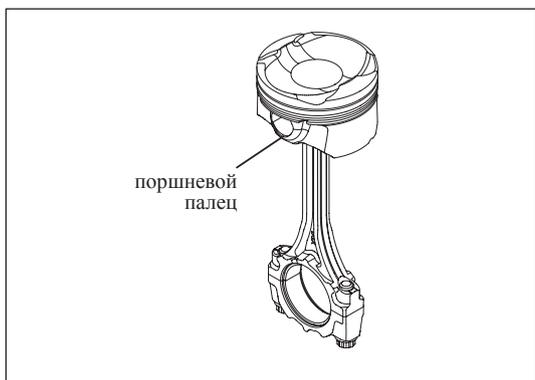
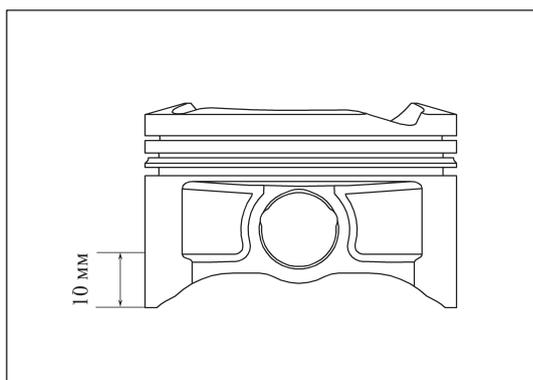

Рис. 13-2-4. Проверка посадки поршневого пальца
Рис. 13-2-5. Измерение диаметра поршня на расстоянии 10 мм
(1) Проверка посадки поршневого пальца
- » Поршневой палец должен свободно вращаться в поршне и не проскальзывать относительно шатуна, см. рис. 13-2-4.
(2) Проверка пальца
- » Измерить диаметр поршня на расстоянии 10 мм, как изображено на рис. 13-2-5.